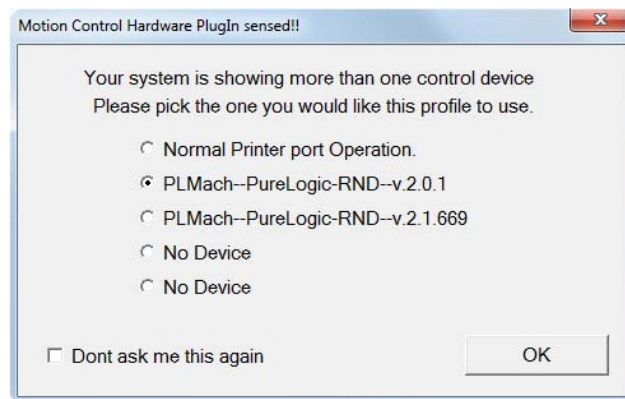

Рис. 4. Выбор плагина
**3. После установки плагинов при запуске MACH3 выберите соответствующий плагин в окне, представленном на рис. 4.**